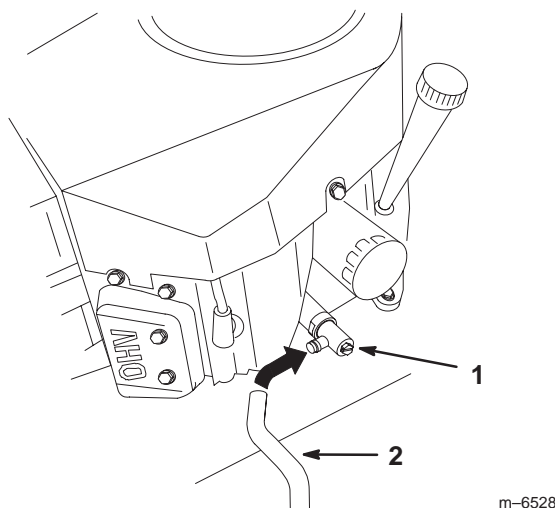

Figure 18
5. Branchez le flexible de vidange au robinet de vidange d'huile (Fig. 18).
6. Placez un bac de vidange sous le flexible de vidange d'huile. Ouvrez le robinet de vidange avec un tournevis à lame plate, ou une clé de 10 mm (Fig. 18).
7. Tournez le robinet dans le sens anti-horaire pour l'ouvrir (Fig. 18).
8. Quand toute l'huile s'est écoulée, refermez le robinet de vidange en le tournant dans le sens horaire (Fig. 18).